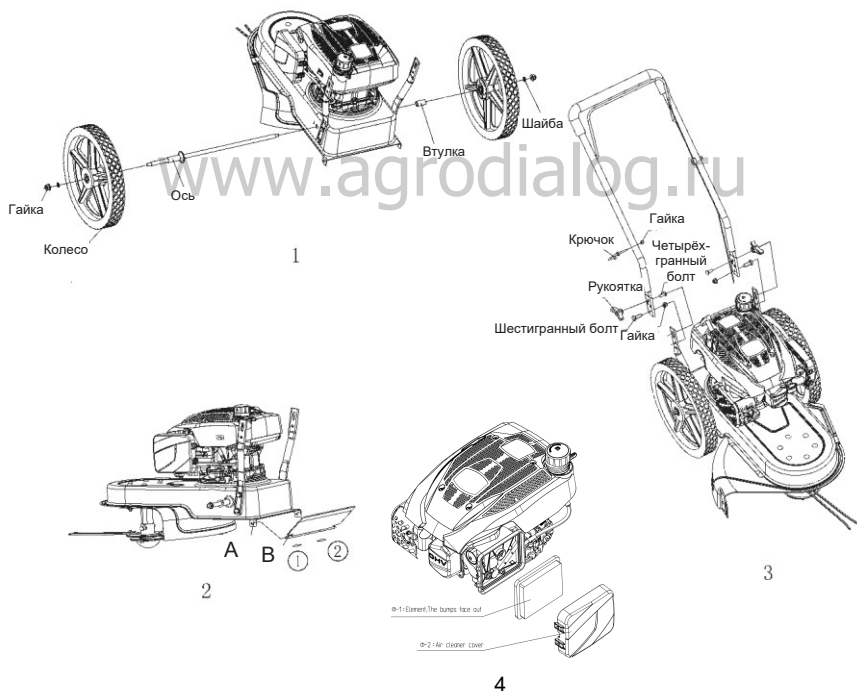

Рисунок 3-1
2. Сборка крыла: выровняйте А и В, затем выполните шаг ① ②;
3. Монтаж рукоятки. См. рис. 3-1.